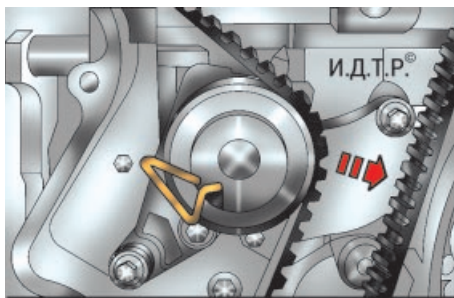

Рис. 5.22. Ослабление натяжения ремня привода газораспределительного механизма
15. Ослабьте натяжение ремня привода газораспределительного механизма, для чего переместите на максимально возможную величину ведущую ветвь ремня в направлении, показанном стрелкой на рис. 5.22. При этом натяжной ролик переместится в исходное положение. Зафиксируйте натяжной ролик в этом положении, вставив в отверстия ролика и его кронштейна металлический стержень подходящего диаметра.